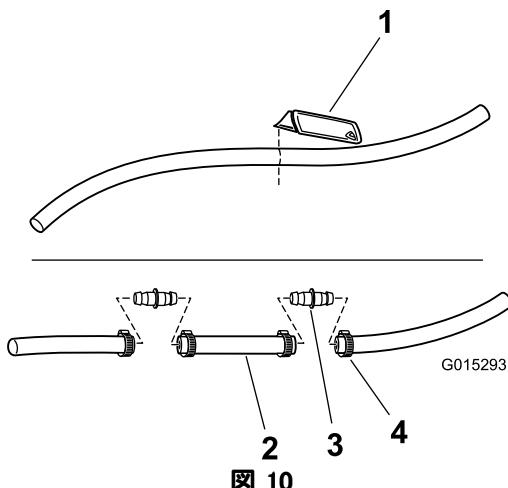

図 10
B. ブーム送液ホースを、フィッティングの端部から 61 cm 切り取る（図 10）。
- C. ホーススプライスを取り付ける；ストレートフィッティング2個とホースクランプ4本を使用（図 10）。